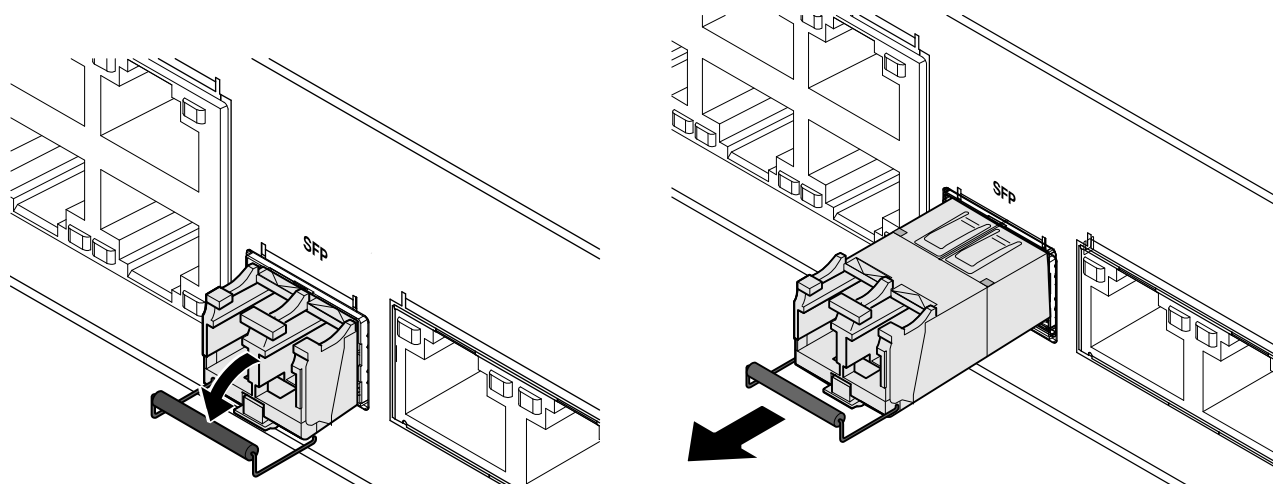

Рисунок 7.4 – Удаление SFP-модуля
3. Опустите фиксатор с цветовой маркировкой вниз. Это приведёт к разблокированию удерживающей защёлки (Рисунок 7.4).